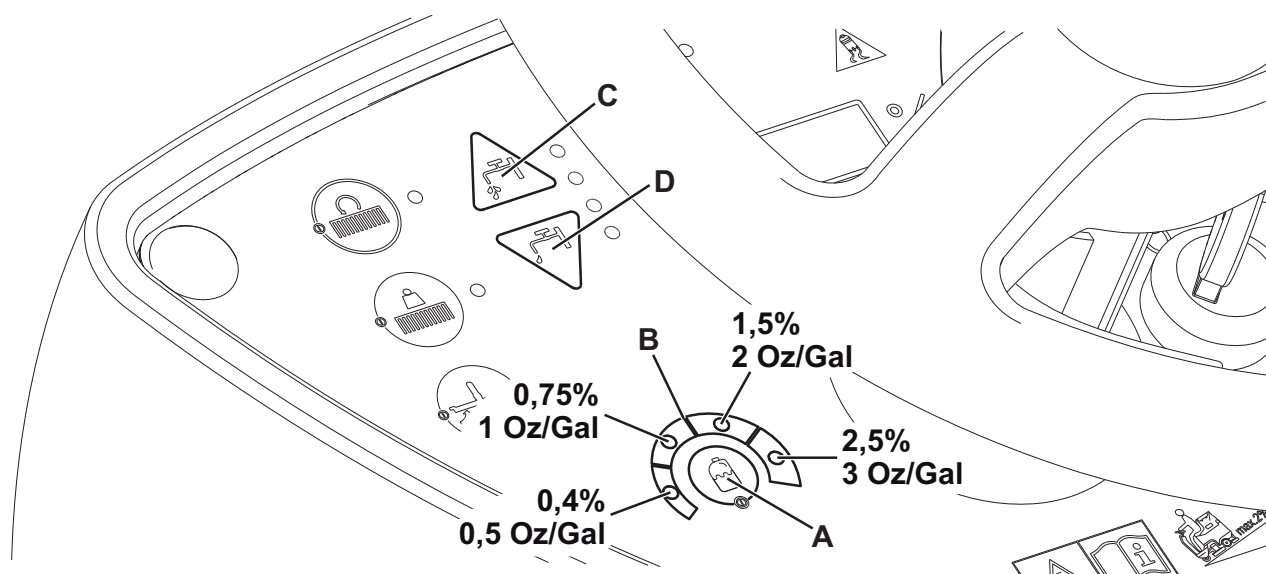

Figure 5
Le système pour le mélange du détergent à l'eau de lavage est activé en appuyant sur le bouton-poussoir de réglage du pourcentage de détergent (A, Fig. 5) : si un des DELS est allumé, le détergent est ajouté à l'eau de lavage.
1. La concentration de détergent configurée change près de la zone (B) allumée, comme indiqué dans la figure 5.
2. Appuyer plusieurs fois sur l'interrupteur (A) pour changer la concentration de détergent jusqu'à atteindre la valeur désirée ou pour réduire à zéro la quantité de détergent (tous les DELS sont éteints).